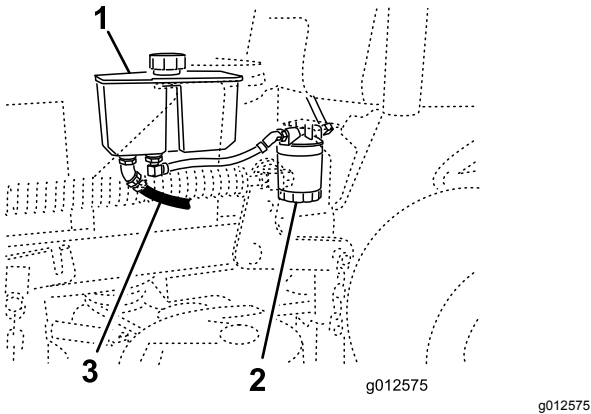

図 69
- 油圧オイルタンクの下にある前油圧ホースを探し出し、その下にオイル受け容器を置く 図 69。